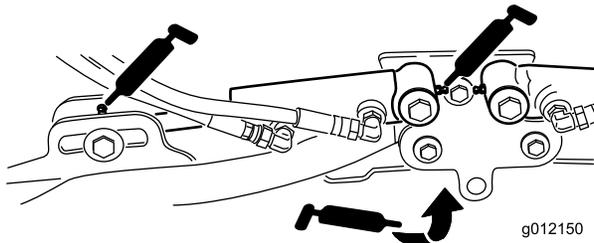

Рисунок 42
- Цилиндры подъемного рычага режущего блока (по 2 шт.) (Рисунок 42)
- Оси поворота подъемного рычага (по 1 шт.) (Рисунок 42)